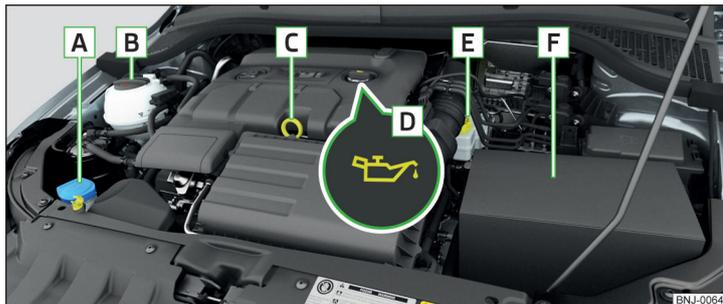

Fig. 166 Raffigurazione di principio: vano motore
### Disposizione nel vano motore » fig. 166
- Svitare il coperchio della bocchetta di riempimento olio motore » fig. 166 a pag. 157.